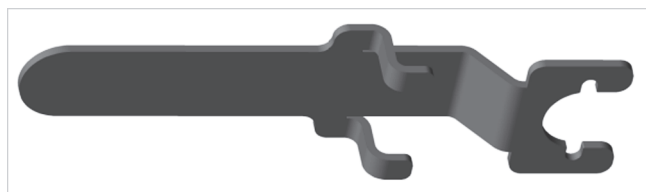

Fig. 1: Llave Fera con forma de batiente
- Llave Fera con forma de batiente, → Fig. 1